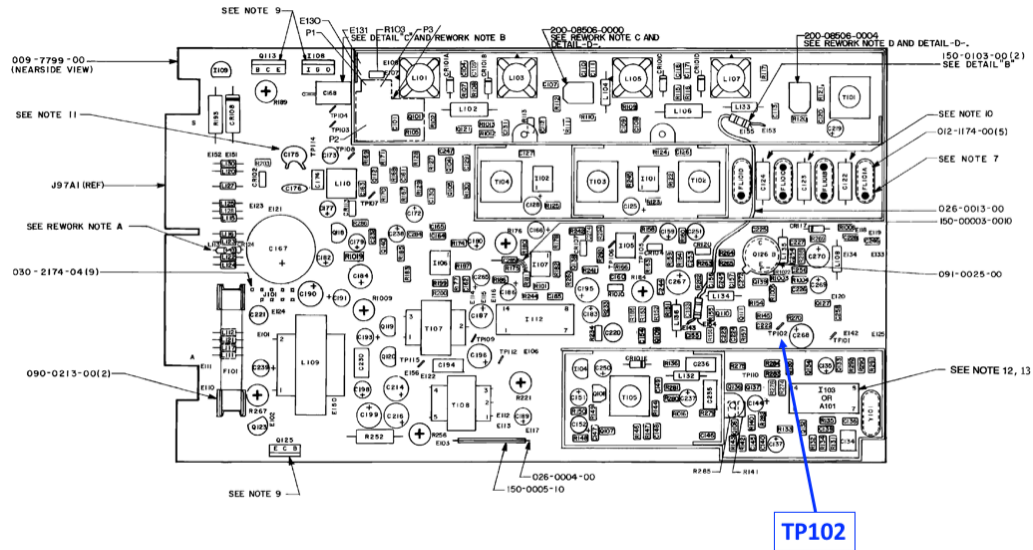

Figure 6.4.1.
- Brancher la borne positive du multimètre au point TP102 de la radio (voir figure 6.4.1. ci-dessous) :